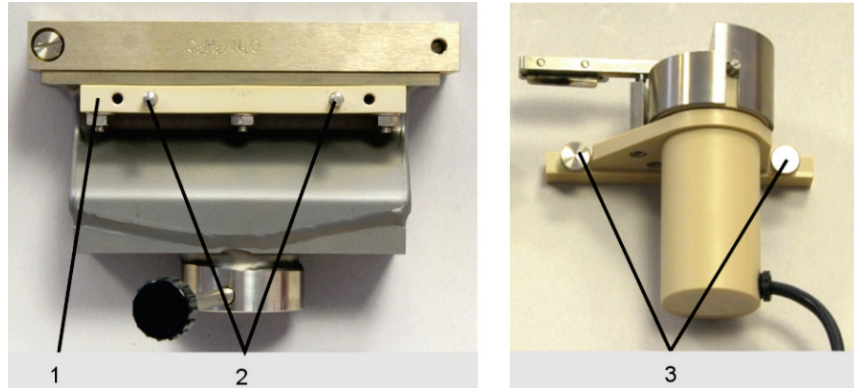

Abb. 49 Befestigungsschiene / Rändelschrauben am Scraper
2. Befestigungsschiene (1 in Abb. 49) mit Rändelschrauben (3 in Abb. 49) vom Scraper abschrauben.
3. Befestigungsschiene wie in Abb. 49 dargestellt am Brennerkörper montieren. Dazu die drei mitgelieferten längeren Titanschrauben und Muttern verwenden. Schrauben von oben durch vordere Brennerbacke stecken und Befestigungsschiene mit Muttern anschrauben.
Scraper auf die Führungsstifte der Befestigungsschiene (2 in Abb. 49) stecken und mit Rändelschrauben (3 in Abb. 49) festschrauben.